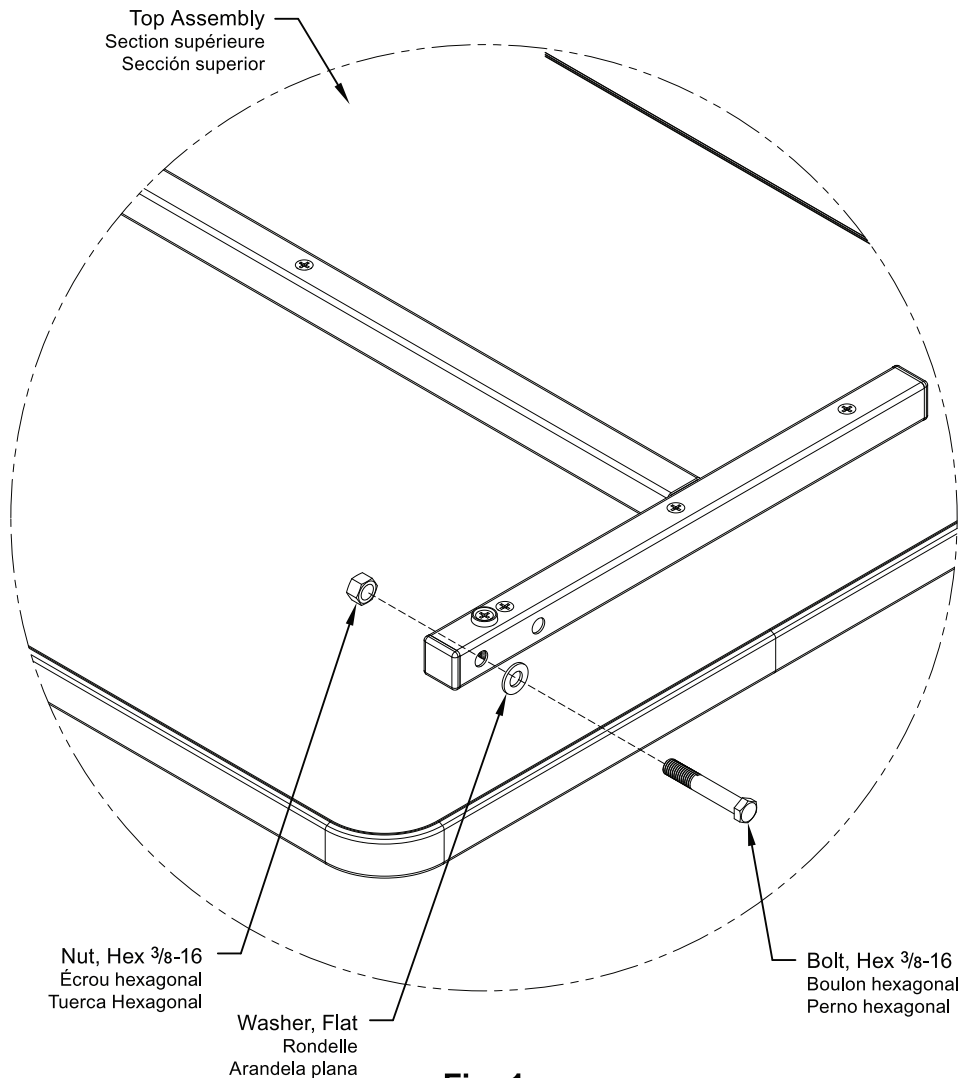

Fig. 1
1. Attach (1) hex bolt $\frac{3}{8}$ -16, (1) flat washer, and (1) hex nut $\frac{3}{8}$ -16 nto each end of the top assembly as shown in Fig. 1.
1. Enfillez 1 rondelle dans 1 boulon hexagonal $\frac{3}{8}$ -16, puis vissez 1 écrou hexagonal $\frac{3}{8}$ -16 et insérez le tout aux deux extrémités de la section supérieure tel qu'illustré à la figure 1. Vissez manuellement jusqu'à ce que l'écrou touche à la paroi du tube.
1. Fije 1 perno hexagonal $\frac{3}{8}$ -16, 1 arandela plana y 1 tuerca hexagonal $\frac{3}{8}$ -16 en cada extremo de la sección superior como se muestra en la Fig. 1. Apriete manualmente con firmeza para que la tuerca hexagonal quede insertada en el tubo lateral.